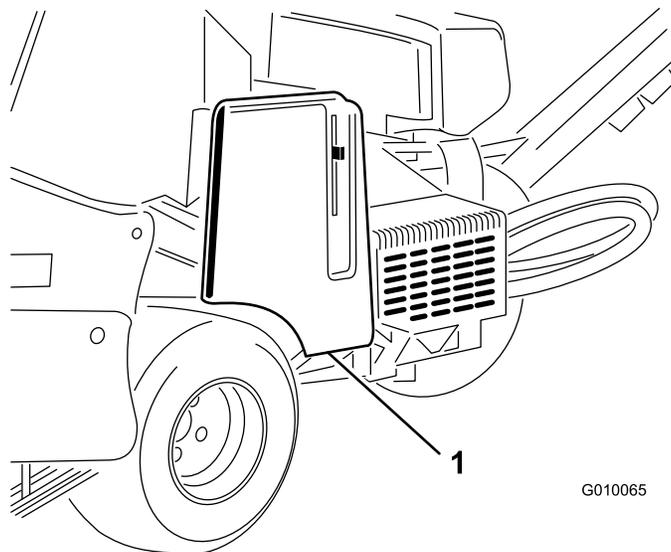

図 56
1. ベルト・カバーのラッチを外し、カバーを取り外す(図 56)。
1. ベルト・カバーのラッチを外し、カバーを取り外す（図 56）。